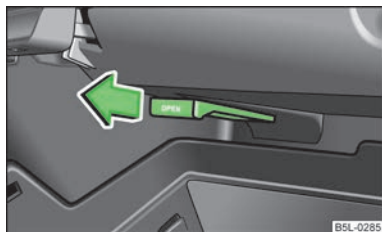

Fig. 72
- La alimentación de aire se abre tirando de la palanca en sentido de la flecha » fig. 72.